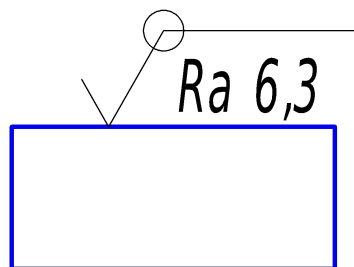

рис. 1
4. Знаки, имеющие полку, должны **располагаться относительно основной надписи** чертежа так, как указано на рис.1, а знаки без полки (без указания параметра и способа обработки) располагают как на рис.2. При расположении поверхности в заштрихованной зоне обозначение наносят только на полке линии-выноски.
9. Если одинаковую шероховатость имеют поверхности, образующие **контур**, обозначение шероховатости наносят один раз (рис. 1). Диаметр вспомогательного знака  $\square$  - 4...5 мм. В обозначении одинаковой шероховатости поверхностей, **плавно переходящих** одна в другую, знак  $\square$  не приводят (рис. 2).